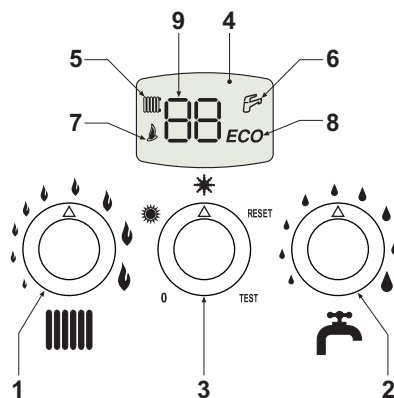
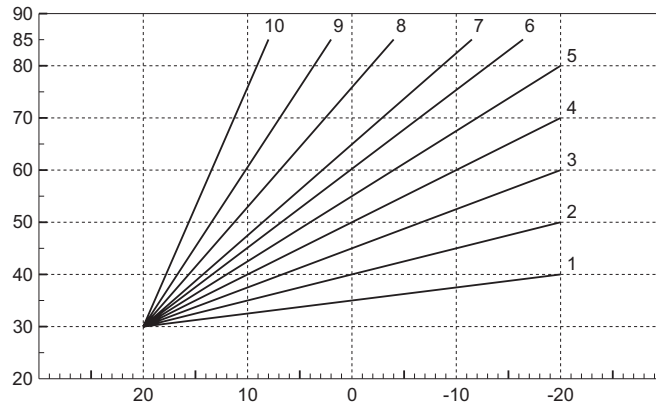

fig. 1 - Panel de control
fig. 14 - Curvas de compensación
La demanda de calefacción (generada por el termostato ambiente o el reloj programador a distancia) se indica mediante el encendido del radiador (5 - fig. 1).
La pantalla multifunción (9 - fig. 1) muestra la temperatura del sensor de calefacción.
La demanda de agua sanitaria (generada por la toma de agua caliente sanitaria) se indica mediante el encendido del grifo (6 - fig. 1).
La pantalla multifunción (9 - fig. 1) muestra la temperatura del sensor sanitario.
La demanda Confort (restablecimiento de la temperatura interna de la caldera) es indicada por el encendido del grifo (6 - fig. 1).
Poner el selector (3 - fig. 1) en 0.
Para volver a encender la caldera, poner el selector (3 fig. 1) en ❄️ (invierno) o ☀️ (verano).
Poner el selector (3 - fig. 1) en ☀️ (verano).
Para desactivar la modalidad Verano, poner el selector (3 - fig. 1) en ❄️ (invierno).
Mediante el mando (1 - fig. 1), la temperatura se puede regular entre 30 °C y 85 °C; pero se aconseja no hacer funcionar la caldera a menos de 45 °C.
Mediante el mando (2 - fig. 1), la temperatura se puede regular entre 40°C y 55°C.
Es posible desactivar el dispositivo (modalidad ECO) poniendo el selector (3 - fig. 1) en RESET 2 segundos y luego en ❄ (invierno) o ☀ (verano). Para activar la modalidad CONFORT, poner el selector (3 - fig. 1) nuevamente en RESET 2 segundos y luego en ❄ (invierno) o ☀ (verano).
Durante el funcionamiento con temperatura adaptable, la temperatura programada mediante el mando de la calefacción (ref. 1 - fig. 1) pasa a ser la temperatura máxima de envío de la instalación. Se aconseja definir el valor máximo para que la instalación pueda regular la temperatura en todo el campo útil de funcionamiento.
Poniendo el selector (ref. 3 - fig. 1) en posición RESET por 5 segundos y a continuación en posición ❄️ (invierno) o ☀️ (verano) se visualiza "CU".
Operar con el mando del agua sanitaria (ref. 2 - fig. 1) para regular la curva preferida entre 1 y 10 según la característica (fig. 14).
Poniendo el selector (ref. 3 - fig. 1) en posición RESET por 1 segundo y, a continuación, en posición ❄️ (invierno) o ☀️ (verano), se sale de la ☀️ programación de la curva de compensación y se visualiza nuevamente "CU".
Girando en sentido horario el mando calefacción (ref. 1 - fig. 1) se visualiza "OF".
Operar con el mando del agua sanitaria (ref. 2 - fig. 1) para regular el desplazamiento de las curvas (fig. 15).
Poniendo el selector (ref. 3 - fig. 1) en posición RESET por 5 segundos y a continuación, en posición (invierno) o (verano) se sale de las modalidades de regulación curvas paralelas.